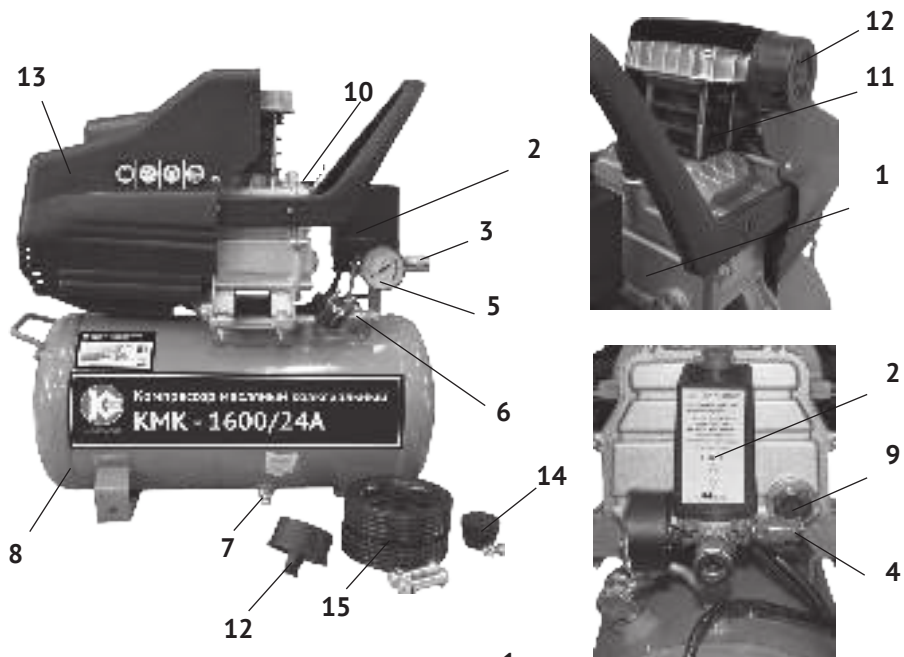
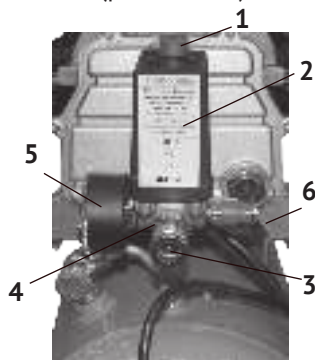

рис. 1
рис. 3
4.1 Общий вид компрессора схематично представлен на рис.1
4.2 Картер компрессорной группы (рис.1 поз.1) с двигателем закреплены на металлическом корпусе ресивера (рис.1 поз.8). Двигатель закрыт пластиковым кожухом (рис.1 поз.13). Вращение якоря двигателя преобразуется кривошипно-шатунным механизмом в возвратно-поступательное движение поршня. Сжатый воздух из выпускного клапана цилиндра подаётся в ресивер. При подключении к быстроразъёмному выходному штуцеру (рис.1 поз.3) пневмоинструмента, сжатый воздух подаётся к инструменту. Выходное давле-
ние в штуцере отображается на манометре (рис.1 поз.5).
реле давления (рис.3 поз.1) находится в позиции «Выкл», положение «Нажато». Запустите компрессор, переведя выключатель в позицию «Вкл», положение «Отжато». После первых 5-ти часов работы компрессора проверьте крепление винтов головки цилиндра и кожуха двигателя (рис.1 поз.13).
Реле давления (рис.3 поз.2) в автоматическом режиме поддерживает установленный изготовителем диапазон давления в ресивере. При достижении в ресивере давления 8 бар, реле отключает двигатель компрессора. После подключения пневмоинструмента давление в ресивере начнёт снижаться. При достижении нижнего установленного уровня (6 бар), реле давления включит двигатель компрессора.
Коллектор (рис.3 поз.4) компрессора имеет выходной (быстроразъёмный) штуцер (рис.3 поз.3) для подключения пневмоинструмента.
Так же компрессор оснащён предохранительным клапаном (рис.3 поз.6) для ограничения максимального давления в ресивере (если не сработало реле давления) и стравливания (при необходимости) сжатого воздуха из ресивера.
7.3 По окончании работы: сбросить давление, открыв предохранительный клапан (рис.3 поз.6), слить конденсат, открыв вентиль (рис.1 поз.7).